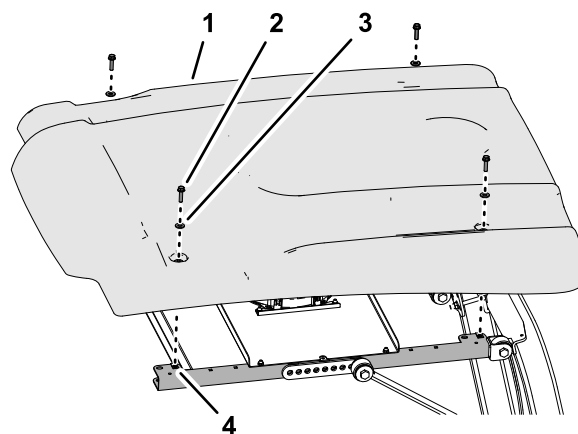

Figura 14
2. Monte o toldo nos canais da estrutura (Figura 14) com os quatro parafusos de cabeça flangeada (5/16 pol. x 1¼ pol.) e quatro anilhas (5/16 pol.) que retirou no passo 2 Remoção do toldo (página 2).